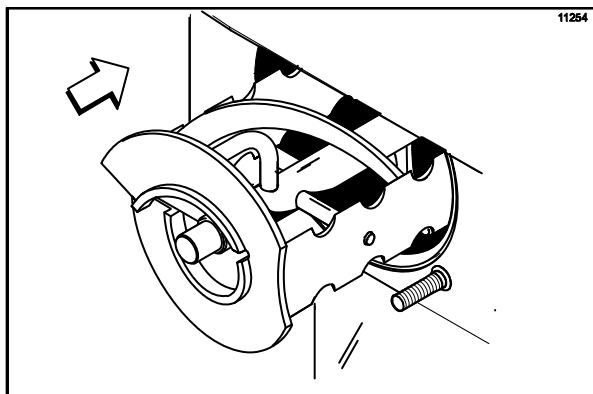

Figura 114
- Com as lâminas presas sobre o conjunto do batedor, insira o conjunto no cilindro de congelamento. Coloque a extremidade do eixo firmemente no soquete do eixo de transmissão. (Veja a Figura 114.)